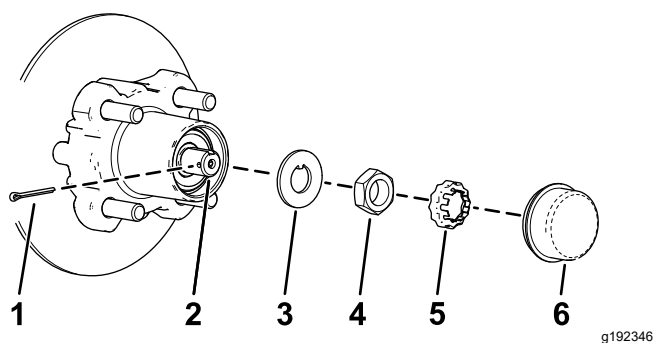
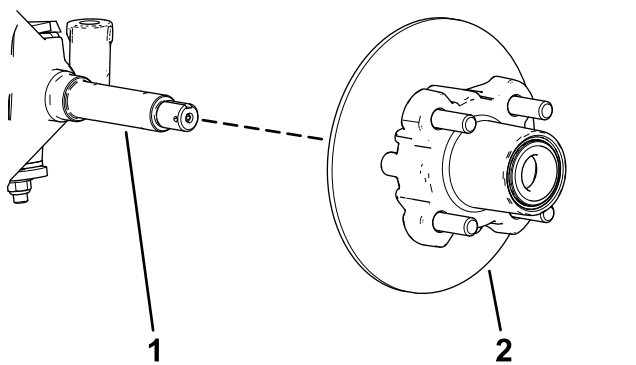

Figura 33
Figura 34
4. Rimuovete il coperchietto antipolvere dal mozzo (Figura 33).
5. Rimuovete la coppiglia e il fermadado dal mandrino e dal relativo dado (Figura 33).
6. Rimuovete il dado del mandrino dal mandrino e separate il gruppo mozzo e rotore dal mandrino (Figura 33 e Figura 34).